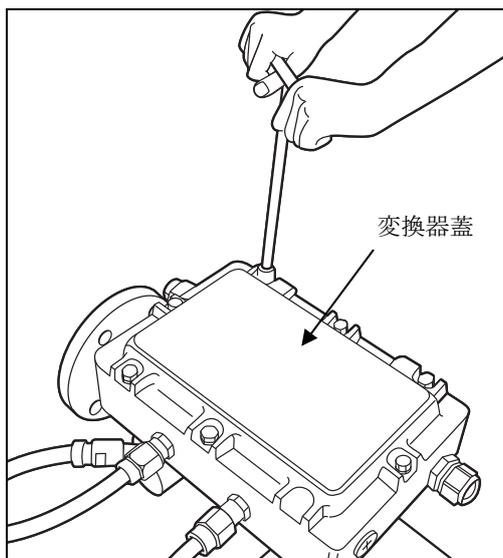

図5-1;六角ボルトの取り外し
- (1) 変換器蓋を取り付けている六角ボルトを外します。(図5-1)